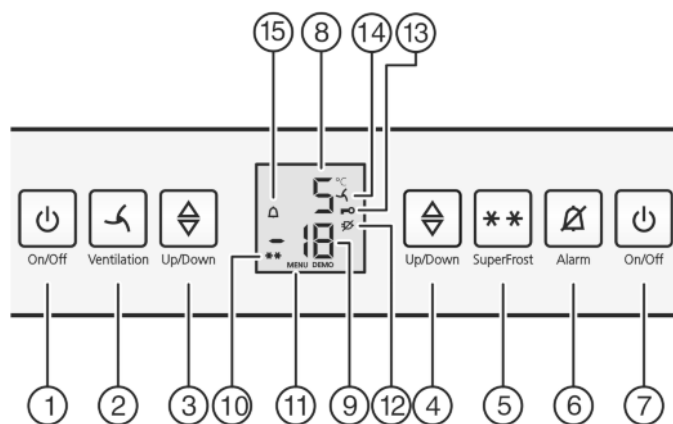

Fig. 2
- ▶ Nyomja meg a fagyasztó On/Off *Fig. 2 (7)* gombot.
- ▶ Nyomja meg a hűtőrést On/Off *Fig. 2 (1)* gombot.
- ▶ Beállítási mód aktiválása: Nyomja meg a SuperFrost gombot *Fig. 2 (5)* kb. 5 másodpercre.
- ▶ A kijelzőn megjelenik a Menü ikon *Fig. 2 (11)*.
- ▶ A SuperFrost billentyűvel *Fig. 2 (5)* röviden nyugtázza.
- ▶ A gyermekbiztosítás ikon *Fig. 2 (13)* világít a kijelzőn.
- ▶ Röviden nyomja meg a fagyasztórész On/Off gombját *Fig. 2 (7)*.
- ▶ A gyermekbiztosítás ikon *Fig. 2 (13)* kialszik.
- ▶ Nyomja meg a riasztás gombot *Fig. 2 (6)*.
Egyidejűleg villog a hőmérsékletkijelző és a riasztás ikon *Fig. 2 (15)*.
A figyelmeztető hangjelzés automatikusan elnémul, a riasztás ikon *Fig. 2 (15)* eltűnik és a hőmérsékletkijelző is abbahagyja a villogást, mikor a hőmérséklet újra eléggé alacsony.